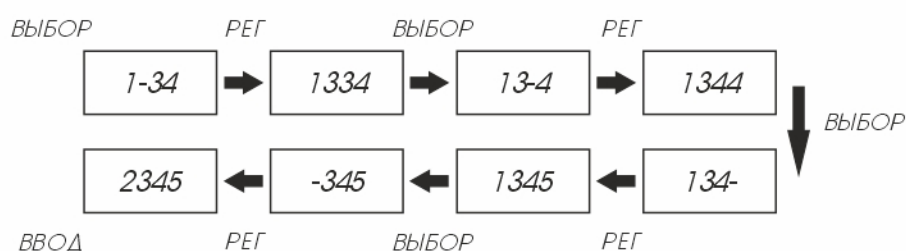

Рисунок 6. Ввод пароля.
3. Используйте кнопку «ВЫБОР» для перехода к следующему настраиваемому разряду, как показано на рис. 6.
- либо нажать кнопку «ВЫБОР» и перейти при этом в режим изменения пароля (например «2345»). Для этого нажмите кнопку «РЕГ». Далее, введите новый пароль используя кнопку «РЕГ» для изменения чисел в разрядах и кнопку «ВЫБОР» для переключения разрядов, как показано на рис. 6. После ввода нового пароля следует нажать кнопку «ВВОД». При этом будет сохранён новый пароль, который будет использоваться в дальнейшем а Вы перейдете в режим настройки длительности сигнала тревоги («d-01»). Для завершения процедуры ввода нового пароля нажмите кнопку «ВВОД» еще раз.